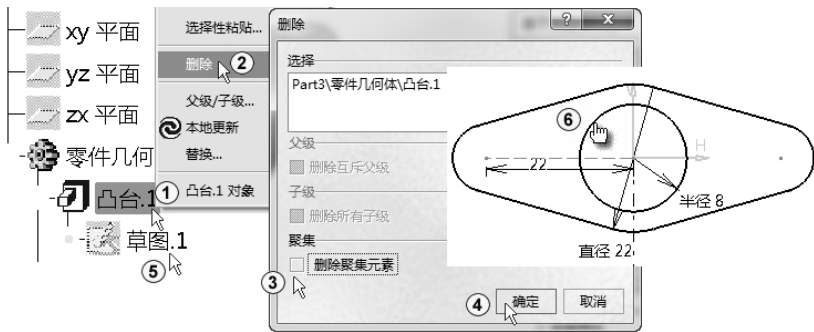

图 2-34 绘制圆
右击“凸台.1”，从弹出的快捷菜单中选择“删除”命令，系统弹出“删除”对话框，取消选中“删除聚焦元素”复选框，单击“确定”按钮，如图 2-34 中①～④所示。双击“草图.1”，单击“圆”工具栏中的“圆”按钮，绘制一个圆心在 origin R8 的圆，如图 2-34